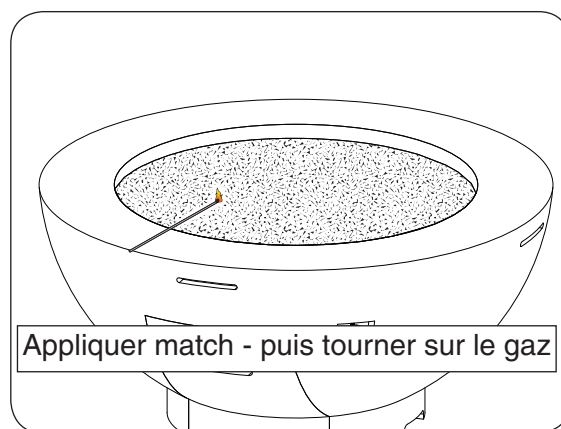

Fig. 40-1
3. Poser une allumettes sur la surface des médias décoratifs près du brûleur (**ne pas tenir le match en main**) (Fig. 40-1).